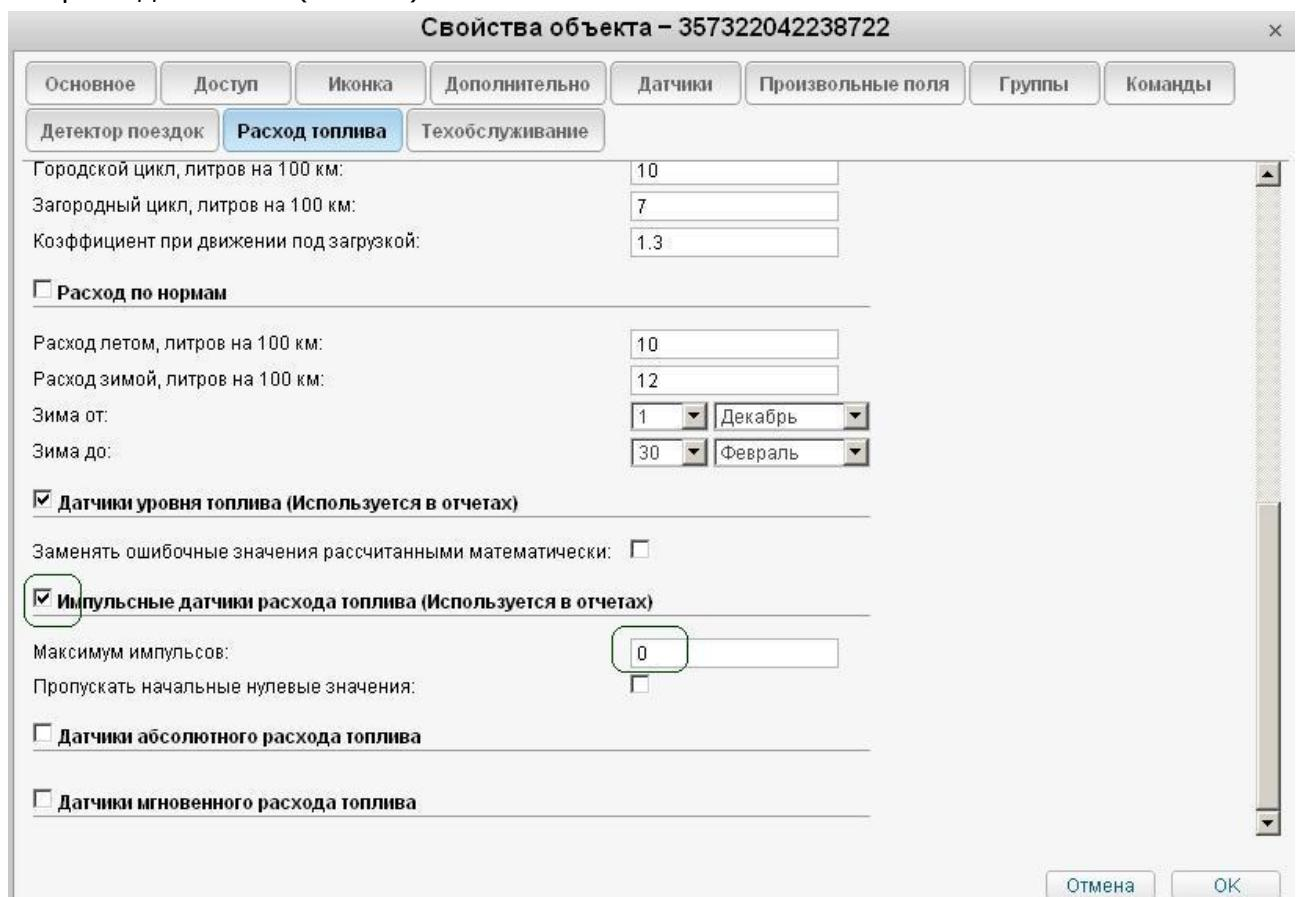

Рисунок 16
3.7. Для формирования отчётов, на вкладке Расход топлива, включить Импульсные датчики расхода топлива (Рис. 16):